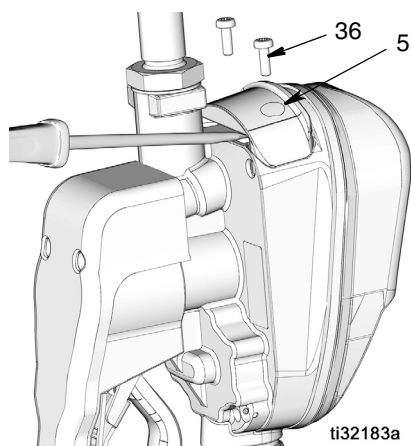

FIG. 47
1. Retire los tornillos (36) de la tapa del compartimiento de las pilas (5).
2. Con un destornillador pequeño y plano, haga palanca suavemente para sacar la tapa de la válvula dispensadora con medidor, en la parte inferior de la tapa, cerca del accesorio de extensión como se muestra en FIG. 47.